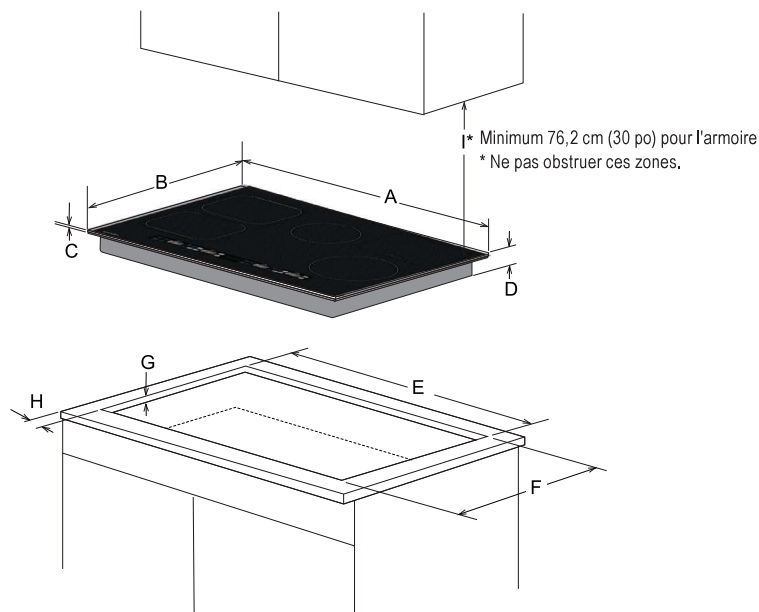

Figure 4
- Vérifier que l'emplacement où la surface de cuisson sera installée dispose de l'alimentation électrique appropriée. Emplacement approximatif de la boîte de jonction, 30,5 cm (12 po) minimum sous la surface de cuisson. Voir la figure 4.